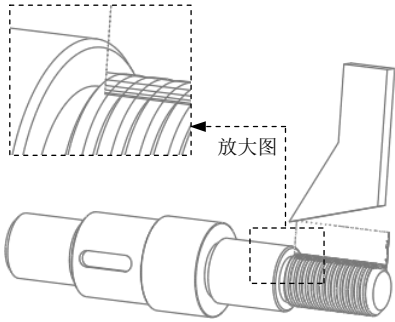

图 5.4.9 刀具路径
Step2. 单击“播放路径”对话框中的  按钮，观测刀具的行走路线，结果如图 5.4.9 所示；单击 **CL 数据** 栏打开窗口查看生成的 CL 数据，如图 5.4.10 所示。